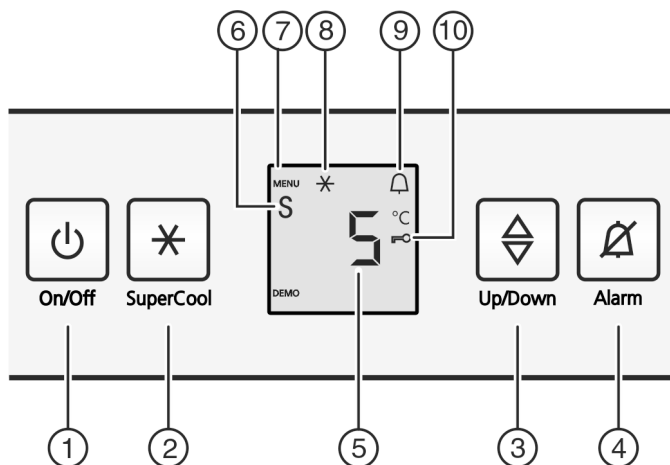

Fig. 2
- ▶ Натиснете бутона On/Off Fig. 2 (1).
- ▶ Активиране на режим настройки: Натиснете бутон SuperCool Fig. 2 (2) за ок. 5 сек.
- ▷ Символът Меню Fig. 2 (7) светва.
- ▶ Изберете **с** с бутона за настройка Fig. 2 (3).
- ▶ Натиснете за кратко бутона SuperCool Fig. 2 (2), за да потвърдите.
- ▶ Натиснете за кратко бутона SuperCool Fig. 2 (2) за включване на защитата от деца.
- ▷ Символът Защита от деца Fig. 2 (10) светва. На индикатора мига **с**.
- ▶ Натиснете за кратко бутона SuperCool Fig. 2 (2) за изключване на защитата от деца.
- ▷ Символът Защита от деца Fig. 2 (10) угасва. На индикатора мига **с**.
- ▶ Деактивиране режима на настройка: Натиснете бутона On/Off Fig. 2 (1).
- ▶ Натиснете бутона Аларма Fig. 2 (4).
- ▶ За да извикате функцията Sabbath Mode: Натиснете за кратко бутона SuperCool Fig. 2 (2).
- ▶ **За включване** на режима Sabbath Mode натиснете за кратко бутона SuperCool Fig. 2 (2).
- ▶ **За изключване** на режима Sabbath Mode натиснете за кратко бутона SuperCool Fig. 2 (2).
- ▶ Деактивиране на режима на настройка: Натиснете бутона On/Off Fig. 2 (1).
- ▷ На температурната индикация се показва символът Sabbath Mode Fig. 2 (6), докато режимът Sabbath Mode е активен.